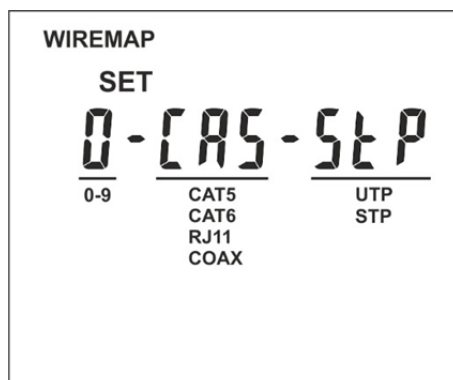

Fig. 5: Configuração do tipo de cabo
3. Premir os botões seta ← ou → até visualizar o ecrã da Fig. 5 parte esquerda